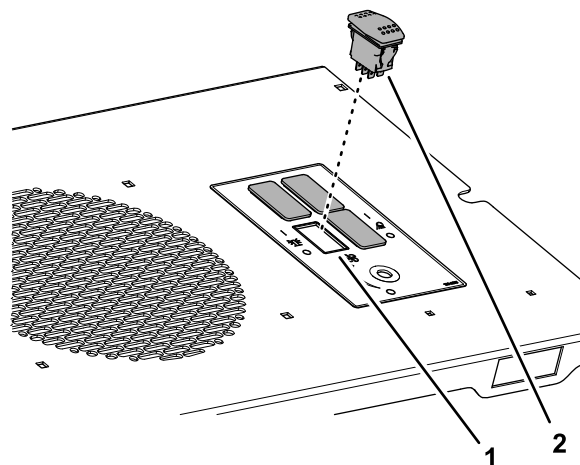

Figur 10
Obs: Kontakten för varningslampan kan gängas ut ur uttaget för varningslampan för anslutning (Figur 10).
5. Montera varningslampan på fästet och installera varningslampan så som visas i Figur 10.